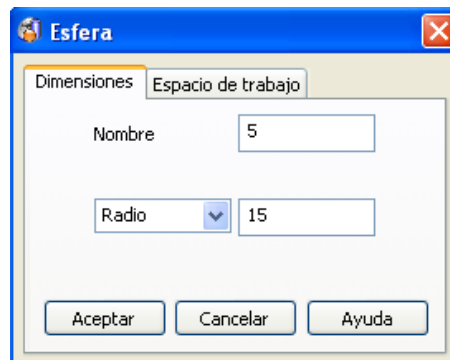

Figura 2.61 Modificar Radio.
- De la Barra de Herramientas Superficies , seleccionar Esfera Primitiva . Escribir en la casilla Introducir comando , pulsar Intro. Hacer doble clic sobre la esfera para abrir el formulario Esfera, modificar Radio a 15 (Figura 2.61), clic en Aceptar.